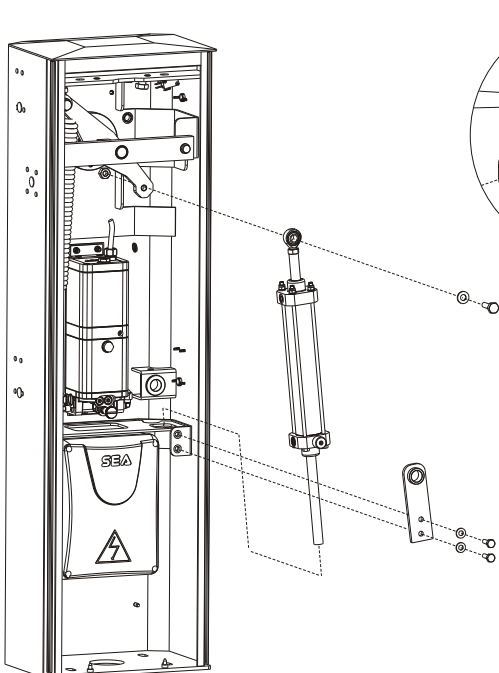

Abb.5
Handelt es sich um eine Schranke mit Schliessung nach links den Kolben von rechts nach links ummontieren, wie in Abb. 5 und 6.
**Hinweis:** Vor Reversierung des Kolbens die zwei Anschlüsse der Verbindungsrohre zwischen hydraulischer Einheit und hydraulischem Kolben um eine halbe Drehung lockern, um die Reversierung zu vereinfachen (nur auf der Einheit), wie in Abb. 5.
**Hinweis:** Für die richtige Ausbalancierung der Schrankenbaums wird empfohlen, den Kolben aus dem Schwinghebel auszuhängen indem man den Stift, wie in Abb. 5 herauszieht.